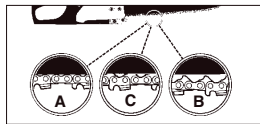

Fig. 5
**⚠ PRECAUCIÓN:** Si la cadena de sierra está DEMASIADO FLOJA o DEMASIADO APRETADA, la rueda, la espada, la cadena y los cojinetes del cigüeñal se desgastarán más rápidamente. Consulte la Fig. 5 para obtener información relativa a la tensión en frío correcta (A), tensión en caliente correcta (B) y a modo de guía para saber cuándo es necesario ajustar la cadena de sierra (C).